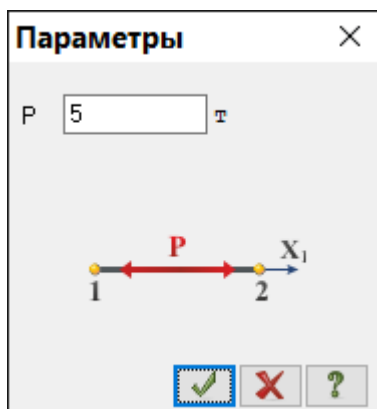

Рис.10.18. Диалоговое окно **Параметры**
- В этом окне задайте силу натяжения $P = 5$ т (рис.10.18).